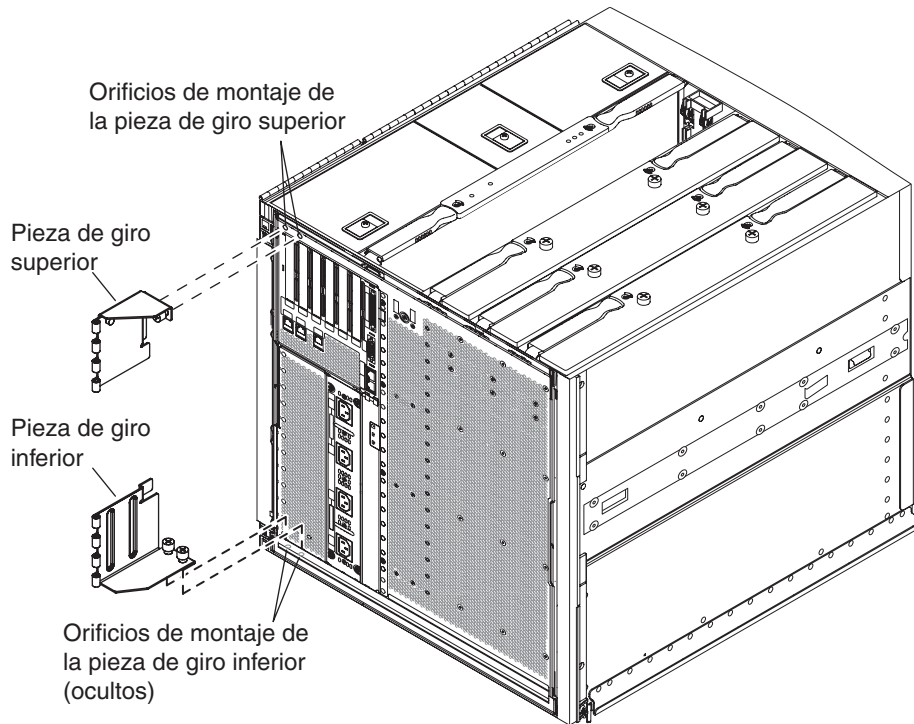

FIGURA 1-18 Orificios de montaje de las pieza de giro superior e inferior
3. Fije la pieza de giro en el extremo superior izquierdo del chasis utilizando los dos tornillos cautivos, FIGURA 1-18.
5. Fije la pieza de giro en el extremo inferior izquierdo del chasis del sistema utilizando los dos tornillos cautivos, vea la FIGURA 1-18.